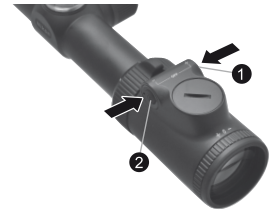

Fig. 3-4
Apăsați pe butonul de reglare a iluminării „+” ❶ sau pe butonul de reglare a iluminării „-” ❷ pentru a activa iluminarea (Fig. 3-4).